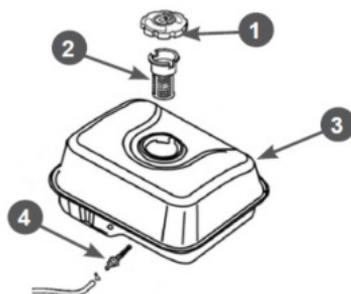
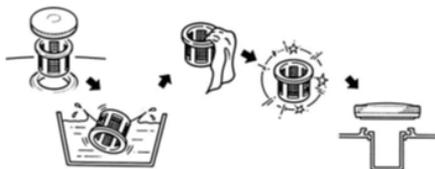

Рис. 19 Обслуживание топливных фильтров
Рис. 20 Обслуживание фильтра топливного бака
В топливном баке установлены два сетчатых топливных фильтра. Один фильтр устанавливается в заливной горловине топливного бака. Второй фильтр конструктивно объединен со штуцером топливного бака и установлен внутри бака (Рис. 19).
Топливный фильтр 2 (Рис. 19), установленный в горловине бака, проверяйте при каждой заправке бака топливом. При необходимости вынимайте сетчатый фильтр из бака и производите его очистку (Рис. 20). Регулярно проверяйте целостность сетчатого фильтра, при обнаружении механических повреждений замените сетчатый фильтр.
Через каждые 300 часов работы необходимо производить очистку топливного бака от грязи и конденсата. Одновременно с очисткой топливного бака необходимо проверять и очищать фильтр 4, установленный внутри бака (Рис. 19). Поврежденный или сильно загрязненный фильтр необходимо заменить.
3. Выкрутите из топливного бака выходной штуцер 4 и производите его очистку (Рис. 19). Внимательно осмотрите сетчатый фильтр. При обнаружении механических повреждений замените штуцер топливного бака.